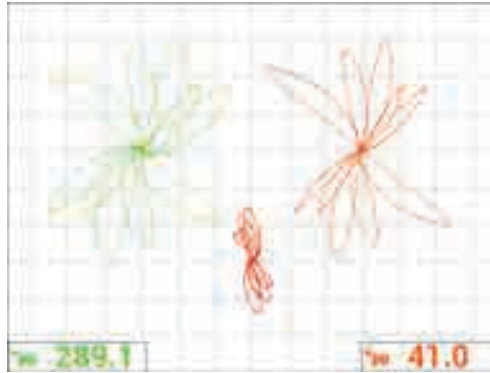

Рис. 5-146 Сканирование плоскodonных отверстий
2. Нажмите клавишу FULL NEXT (→) для активации полноэкранного режима; просканируйте пять плоскодонных отверстий. Сигнал должен быть аналогичен представленному примеру на Рис. 5-146 на стр. 236. Список всех параметров показан на Рис. 5-147 на стр. 236.